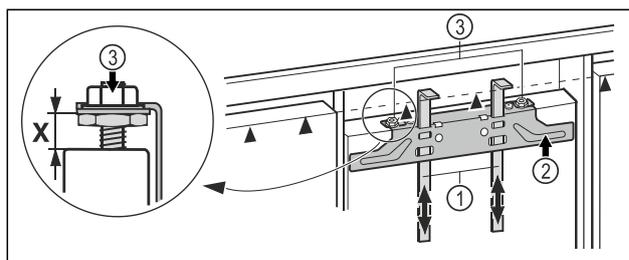

Fig. 14
- ▶ Spingere verso l'alto gli ausili di montaggio Fig. 14 (1) all'altezza della porta del mobile. Il bordo di arresto inferiore ▲ dell'ausilio di montaggio = al bordo superiore della porta del mobile da montare.
- ▶ Svitare la traversa di fissaggio Fig. 14 (2) mediante i controdadi Fig. 14 (3).